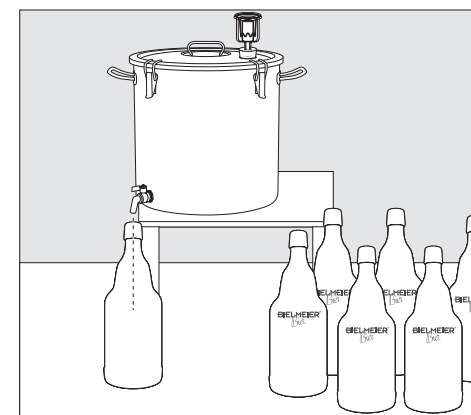

fig. 11
Non appena scompaiono le bollicine di gas nel gorgogliatore (7) la fermentazione è conclusa. La birra giovane è pronta per essere messa nelle bottiglie preparate per la fermentazione secondaria (fig. 11).